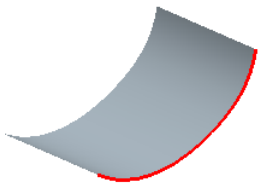

图 8.3.15 选中曲面的一条边线
Step2. 如图 8.3.15 所示，选中曲面的任一边线。